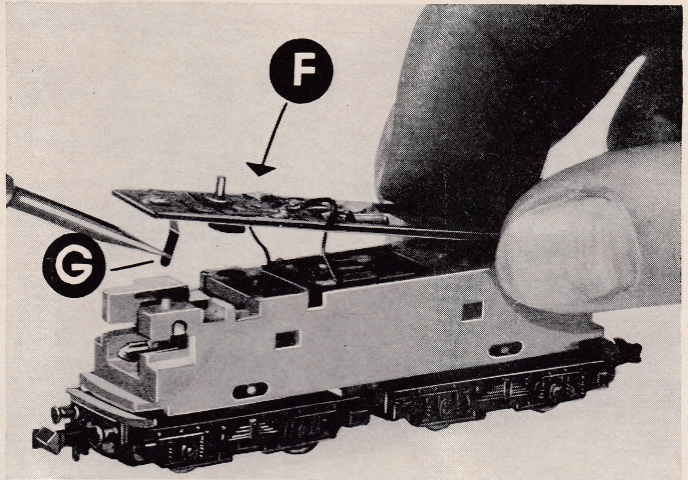

Fig. 7
Schaltungsplatte C nach oben abheben (Fig. 6), Federklammer D seitlich abziehen, Lämpchen E kann dann nach oben herausgenommen werden. Beim Wiedereinsetzen darauf achten, daß Schaltungsplatte nach Fig. 7 erst einseitig eingesetzt und dann erst vollständig heruntergedrückt wird (F). Dabei Kontaktfeder G leicht zurückdrücken, damit G richtig am Löt-nippel des Lämpchens anliegt (H in Fig. 6).